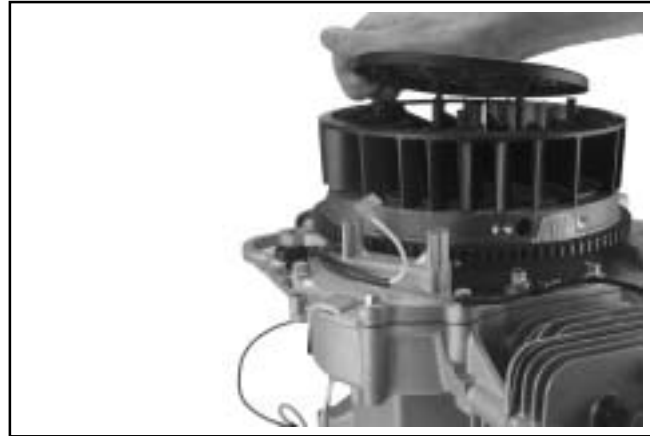

Figura 8-22. Desmontaje de la rejilla de filtro.
1. Suelte la rejilla de filtro del ventilador. Ver Figura 8-22.